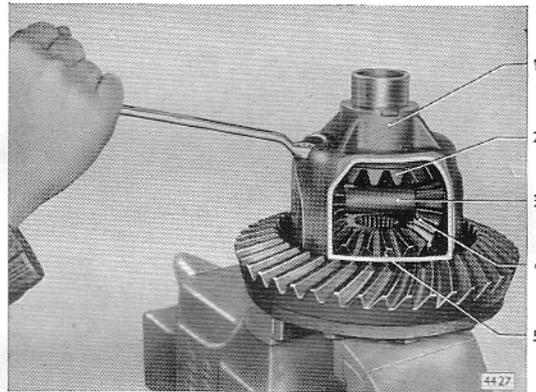

Bild D 32 - Sicherungsschraube für Ausgleichkegelradachse anziehen
7. Ausgleichkegelradachse und Sicherungsschraube einbauen. Schraube auf ein Drehmoment von **2,0 kpm** festziehen (Bild D 32).